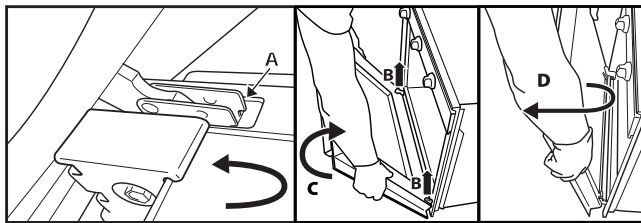

Fig. 2
3. Stäng luckan till spärren (A), lyft den (B) och vrid runt den (C) tills den lossnar (D) (fig. 2).